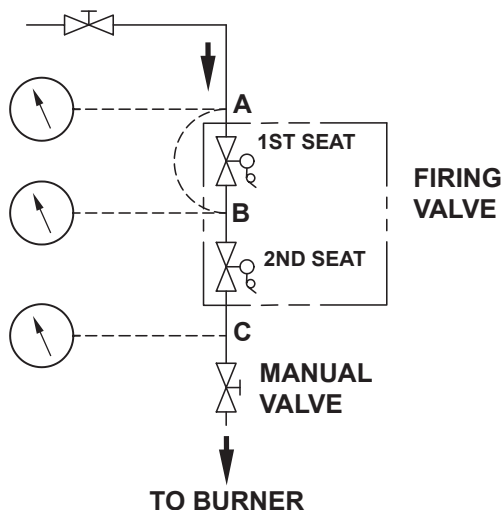

Figure 75. Essai d'étanchéité
Le point de test C est un point de purge située en aval de la vanne de gaz et en amont du robinet d'arrêt manuel, voir **Figure 75**.
- a. Fermez le robinet d'arrêt manuel située en aval de la vanne de gaz. Voir **Figure 75**. Mettez la chaudière sous tension.